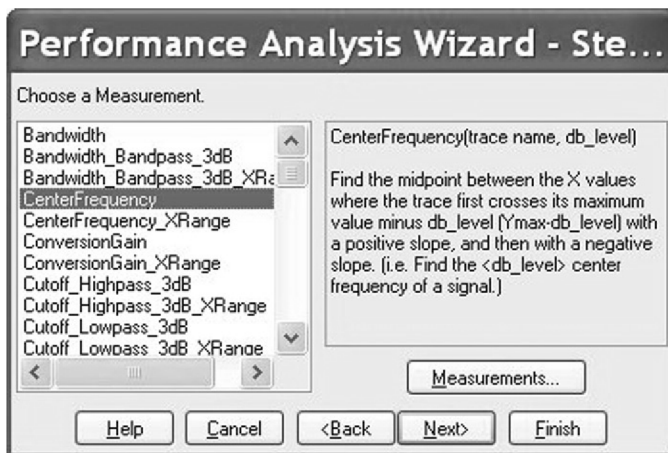

图 10.12 可用测量函数
1. 在 Probe 屏幕图形显示窗口中，通过顶部工具栏选择 **Trace > Performance Analysis** 对电路进行性能分析。在 **Performance Analysis** 窗口底部点击 Wizard 向导，然后在下一个窗口中点击 **Next** 下一步。将会看到如图 10.12 所示测量函数列表。